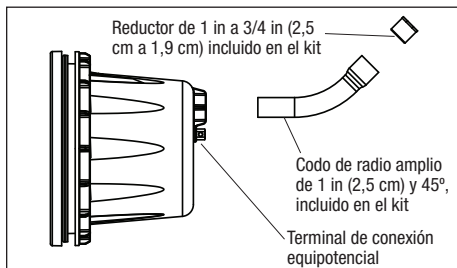

Figure 3. Instalación del nicho de plástico
5. Enchufe el conducto a la parte posterior del nicho con iniciador y pegamento adecuados para PVC/CPVC. El nicho incluye un codo de radio amplio de PVC de 45° de una (1) in (2,5 cm) para dirigir la tubería del conducto hacia arriba, en dirección a la caja de conexiones. El nicho también incluye un reductor de 3/4 in (1,9 cm) por si se usa una tubería de conducto de ese tamaño. Consulte la *Figure 3*.
8. Instale el anillo exterior en el nicho. Asegúrese de orientarlo en el nicho de modo que el troquel de la lengüeta de colocación del anillo exterior esté en la posición de las seis en punto. Instale los diez (10) tornillos autorroscantes de cabeza plana de 1/4-15 suministrados para sujetar el anillo en su lugar. Apriete los tornillos en un patrón cruzado a aproximadamente 25 in-lb (2,8 Nm).